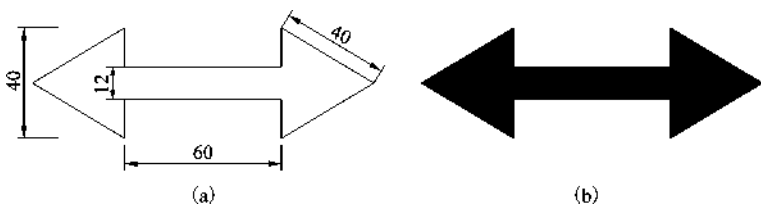

图 1-137 习题 6
6. 按图 1-137(a)所示尺寸绘制双向箭头，线的颜色为红色。填充颜色为绿色，要求轮廓线可见。完成后的图形如图 1-137(b)所示。